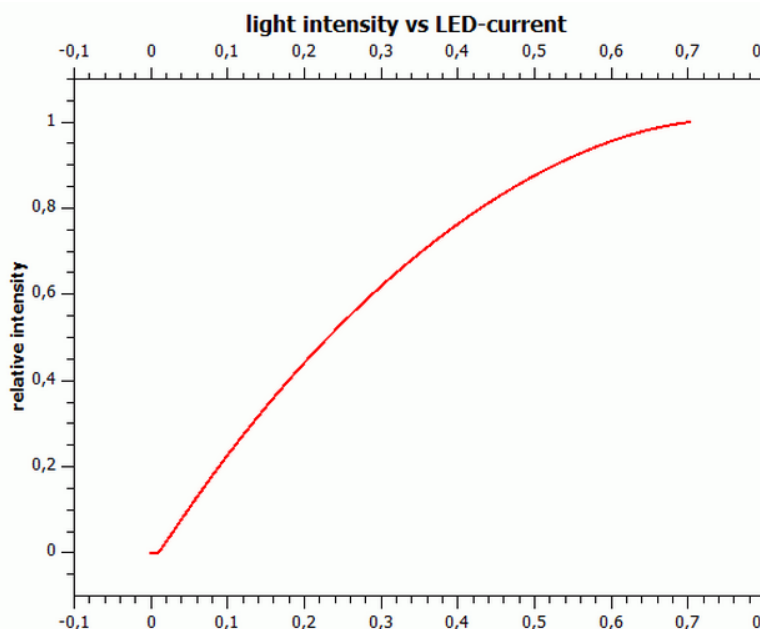

图 1：大功率 LED 光强 vs 电流函数曲线
- 1. 非真正线性：**LED 上的电流和光强的关系是非线性的。通常 LED 电流和所产生的光强呈线性关系只是一种美好的假设。现实的情况如图 1 所示：一个典型的 LED 的电流和所产生的光强是远离线性关系的。在这条曲线上仅有一小段近似一条直线，但是这种精度是完全不能接受的。